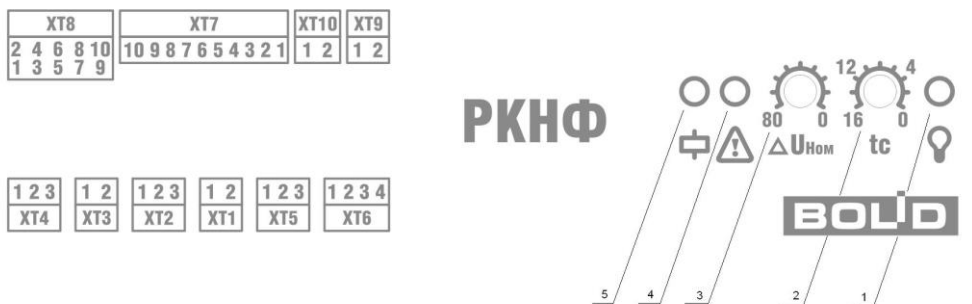

Рисунок 4. Лицевая панель РКНФ
- Максимально допустимое отклонение напряжения выставляется потенциометром 2 (см. рис. 4).  $\Delta U_{\text{ном}}$  определяет одновременно верхний и нижний пороги срабатывания. Таким образом, входное напряжение будет считаться допустимым в диапазоне от  $(220 - \Delta U_{\text{ном}})$  В до  $(220 + \Delta U_{\text{ном}})$  В.  $\Delta U_{\text{ном}}$  может принимать значения от 0 В (крайнее левое положение потенциометра) до 80 В (крайнее правое положение потенциометра).
- Время интегрирования неисправности (время задержки срабатывания) выставляется регулятором 3 (см. рис. 4).  $t_c$  определяет время накопления неисправности (восстановления) и может принимать значения от 0 с (крайнее левое положение потенциометра) до 16 с (крайнее правое положение потенциометра).